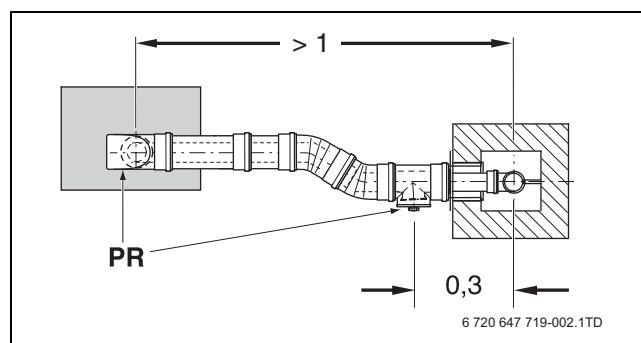

Рис. 5 Пример расположения смотровых люков при наличии колена на трубе – вид сверху (размеры в м)
- сбоку на горизонтальном участке дымохода на расстоянии не более 30 см от поворота к вертикальной трубе (→ рис. 5).